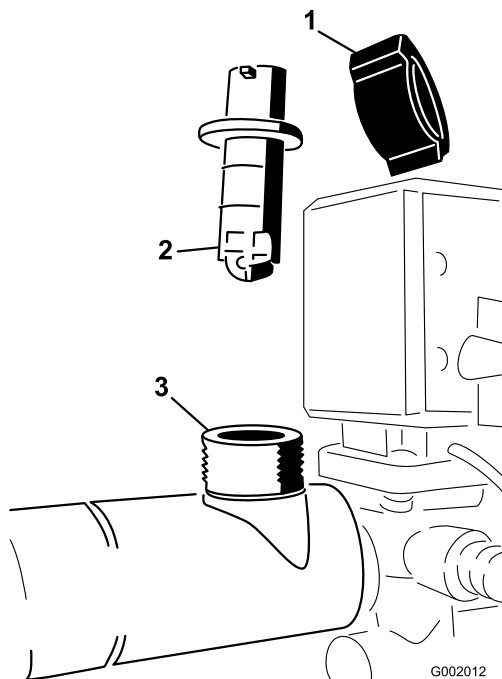

Figura 70
2. Retire la tapa del cuerpo del caudalímetro (Figura 70).